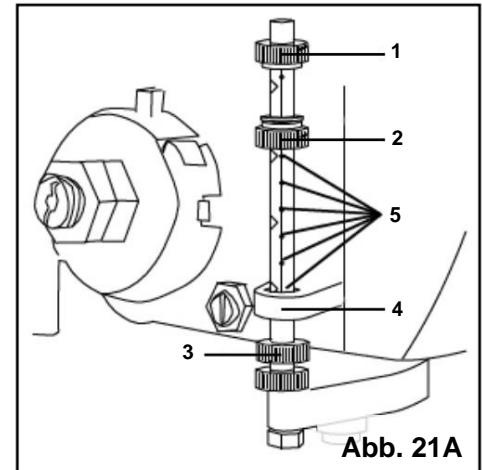

Abb. 21A
BOHRTIEFE EINSTELLEN (ABB. 21A)
1. Drehen Sie den unteren Tiefenskalenknopf (Abb. 21A - 2), bis die Unterseite des Knopfes mit der gewünschten Tiefenmarkierung (Abb. 21A - 5) auf der Messskala übereinstimmt.
2. Drehen Sie den Tiefenskalen-Feststellknopf (Abb. 21A - 1), bis er den unteren Tiefenskalenknopf berührt (Abb. 21A - 2). Das Bohrfutter stoppt, nachdem es die gewählte Distanz nach unten gefahren ist.
2. Drehen Sie den unteren Tiefenknopf (Abb. 21A - 3), bis er an der Unterseite der metallischen Messgerätehalterung anliegt (Abb. 21A - 4).